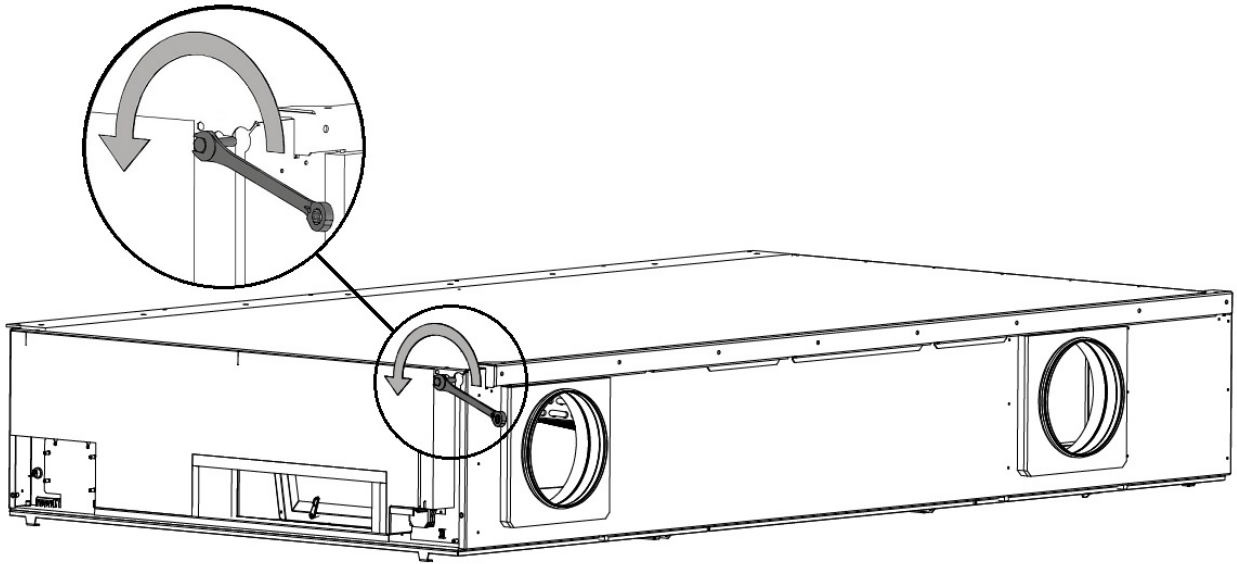

Afbeelding 5: De zijkap demonteren, rechterzijde
2. Demonteer de rechterzijkap, zie Afbeelding 5. Plaats de kap voorzichtig op een beschermende onderlaag om krassen op het oppervlak te voorkomen.